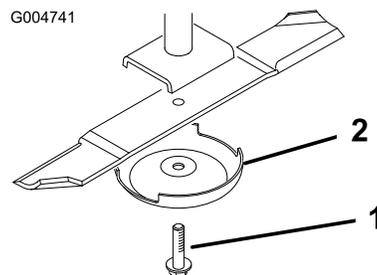

Bild 72
3. Entfernen Sie die Messerschraube, die Antiskalpierkuppe und das Messer von der Spindelwelle (Bild 72).